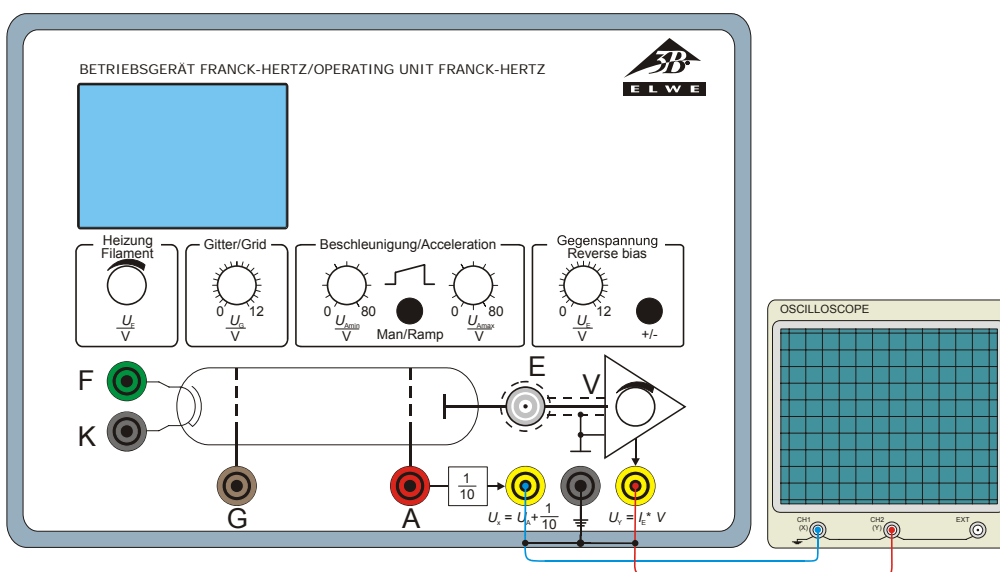

Fig. 7 Anschluss eines Oszilloskops an das Betriebsgerät für Franck-Hertz-Experiment
- Ausgang  $U_x$  des Betriebsgeräts für Franck-Hertz-Experiment an Channel 1 (X-Ablenkung) und Ausgang  $U_y$  an Channel 2 (Y-Ablenkung) des Oszilloskops anschließen. (siehe Fig. 7)